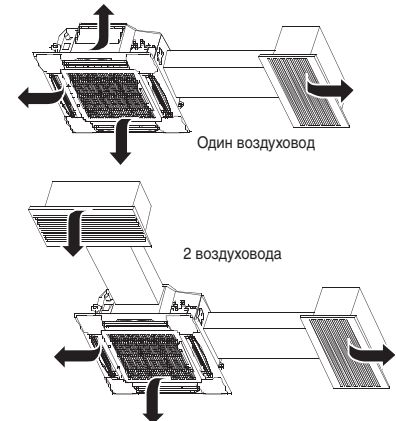

Рис. 5-14
- Выход воздуха через жалюзи декоративной панели со стороны подключения воздуховода должен быть надежно заблокирован (рис. 5-14).
- Выход воздуха через жалюзи декоративной панели со сторон подключения воздуховодов должен быть надежно заблокирован (рис. 5-14).